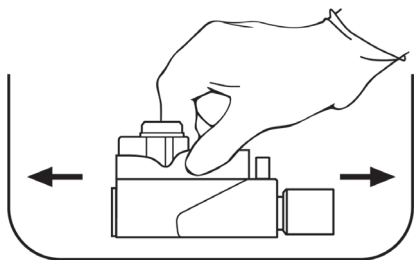

Figure 2. Agitation et rinçage du Module d'injection immergé
REMARQUE : Si des peluches ou des fibres collent à la grille interne de prise d'air, agiter doucement le module pour faire circuler l'alcool à travers ses ouvertures (voir la Figure 2).
6. Rincer le produit de nettoyage en immergeant totalement le Module d'injection dans l'eau stérile et en l'agitant doucement pour faire circuler l'eau à travers ses ouvertures (voir la Figure 2).
REMARQUE : Si des peluches ou des fibres collent à la grille interne de prise d'air, agiter doucement le module pour faire circuler la solution de Sporox II à travers ses ouvertures (voir la Figure 2).
REMARQUE : Si des peluches ou des fibres collent à la grille interne de prise d'air, agiter doucement le module pour faire circuler la **solution de Sporox II** à travers ses ouvertures (voir la Figure 2).